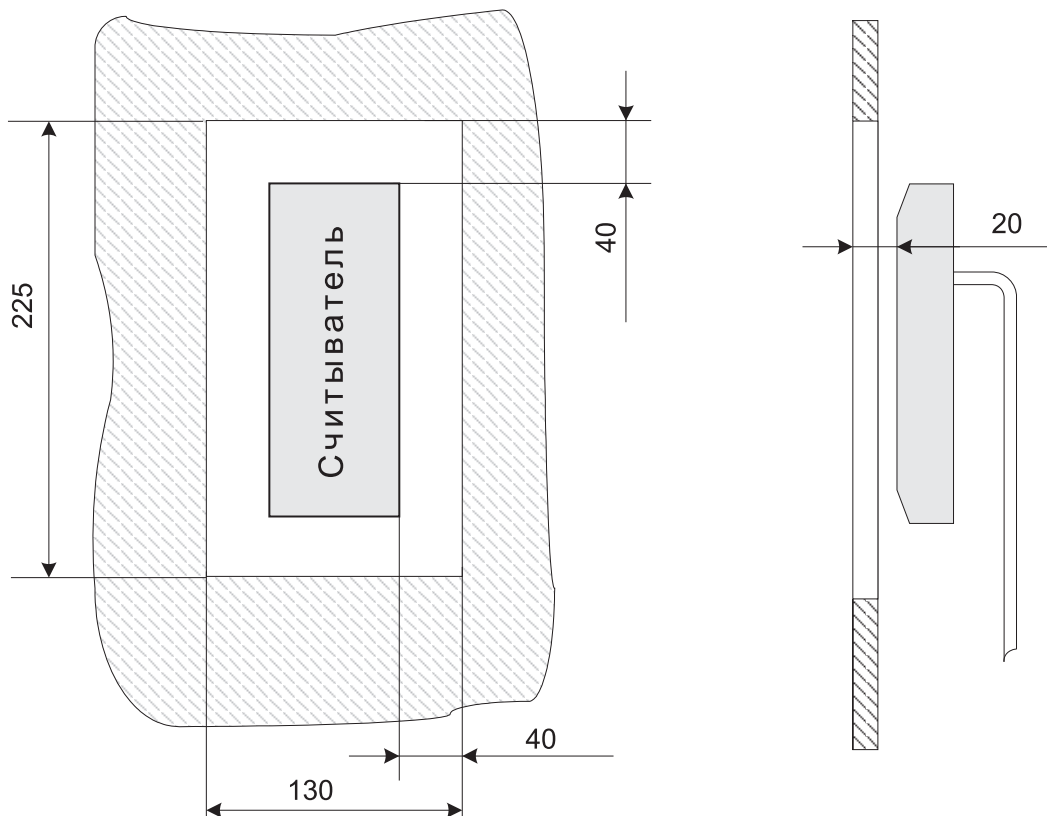

Рисунок 2. Установка считывателя за металлической поверхностью
- При установке считывателя за металлической поверхностью, в ней необходимо вырезать окно, напротив которого, равноудалено от краев окна, и устанавливается считыватель (см. рис. 2), при этом размеры окна должны быть не менее 225×130 мм. Само окно может быть закрыто неметаллической вставкой (например, из пластмассы), а считыватель может быть утоплен вглубь окна на расстояние не более 20 мм от внешней стороны металлической поверхности – дальность считывания кода при таком способе монтажа считывателя уменьшается на 30 – 50%.